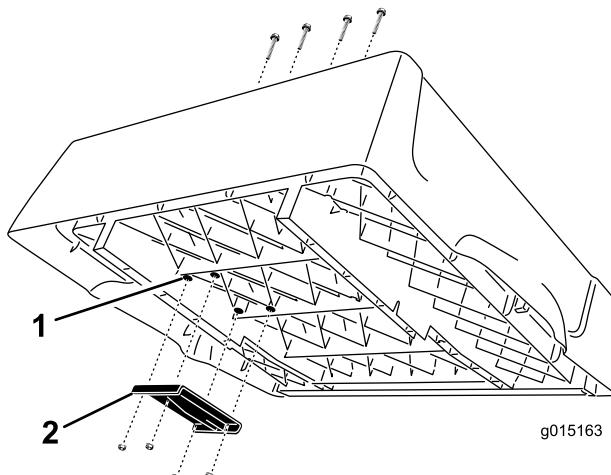

図 4
1. 荷台の右側の裏側にあるボス (4ヶ所) を探し出す (図 4)。3/8 インチのドリル・ビットを使って、ボスから荷台表面まで、4 つ の貫通口を注意深く開ける。
2. 荷台の裏側に、上側昇降ブラケットを取り付ける；十字平頭ねじ (3/8 x 2-1/2 inches) (4本) とフランジ・ロックナット (Whiz lock) (3/8 インチ) を使用する。ブラケットは 図 4 のように組み付ける。